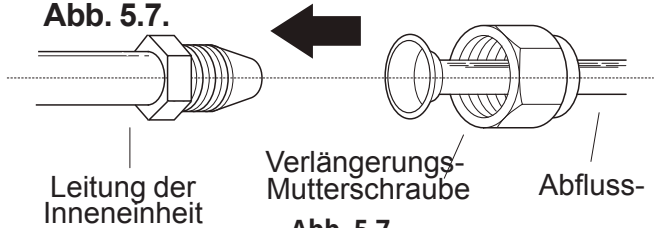

Abb. 5.7
1. Richten Sie die beiden Leitungen, die Sie verbinden möchten, in der Mitte aus. Siehe **Abb. 5.7**.